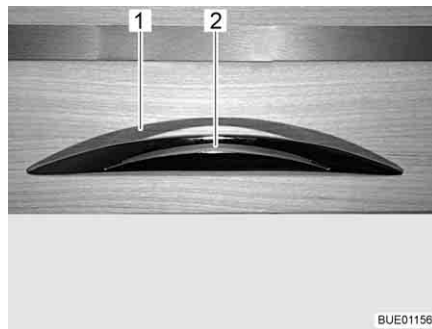

Bild 47 Möbelklappe mit Entriegelungsgriff
- Entriegelungsgriff (Bild 47,2) drücken und gedrückt halten.
- Am Entriegelungsgriff (Bild 47,1) ziehen, bis die Möbelklappe offen ist.